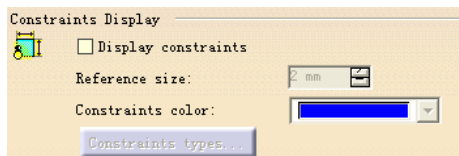

图 6-70
(3) Constraints Display (显示约束) 选项组 (如图 6-70 所示)